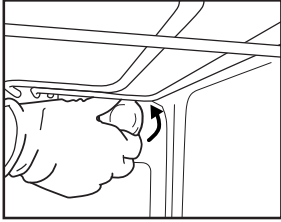
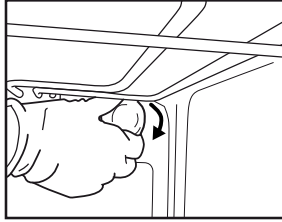

Fig.6
Fig.7
2. Skru løs lampedekslet (Fig. 6) og skift ut pæren (se type i anmerkning) og skru deretter til lampedekslet igjen (Fig. 7).